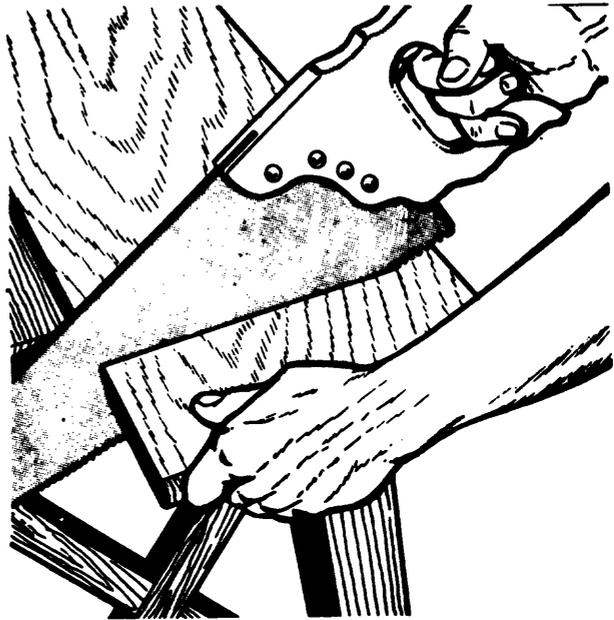

Fig. 2
- 3º paso *Empuje el serrucho manteniéndolo ligeramente inclinado hacia adelante (fig. 2).*